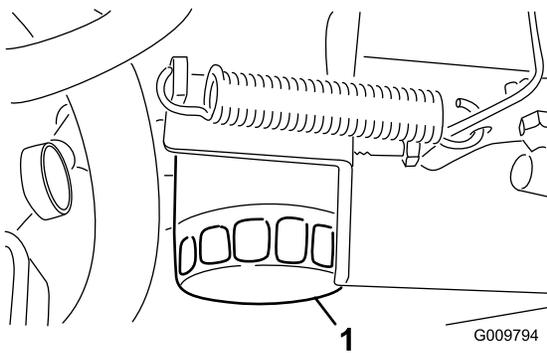

Bild 47
3. Entfernen Sie den Ölfilter (Bild 47).